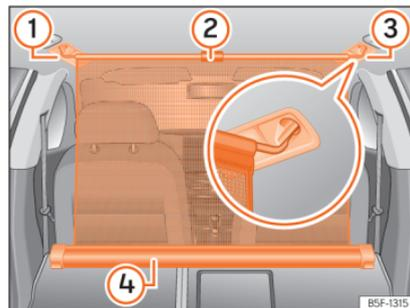

Abb. 142 Im Gepäckraum: eingehängtes Trennnetz bei vorgeklappter Rücksitzlehne.
- Ziehen Sie die Lasche »» **Abb. 142** ② nach oben, um das Netz aus dem Einsatz »» **Abb. 142** ④ zu nehmen.
- Hängen Sie das Trennnetz an der rechten oder linken Seite »» **Abb. 142** ③ (vergrößerte Darstellung) ein.
- Hängen Sie das Trennnetz an der Aufnahme der anderen Seite »» **Abb. 142** ① ein, indem Sie an der Stange ziehen.
Die Netztrennwand ist richtig montiert, wenn die T-förmigen Enden sicher in den entsprechenden Aufnahmen »» **Abb. 142** ③ und ① eingehängt sind.
- Rollen Sie die Netztrennwand in den Einsatz »» **Abb. 142** ④ ein, indem Sie sie mit der Hand nach unten ziehen.